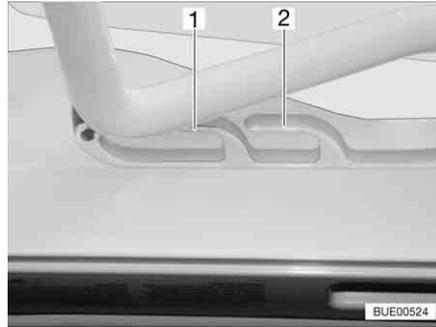
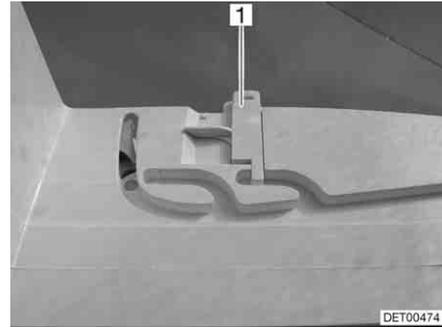

Bild 69 Heki-Dachhaube in Lüftungsstellung
Bild 70 Verriegelung Lüftungsstellung
Die Heki-Dachhaube kann in zwei Lüftungsstellungen gebracht werden: Schlechtwetterstellung (Bild 69,1) und Mittelstellung (Bild 69,2). Je nach Modell kann die Dachhaube in der Mittelstellung mit dem Riegel (Bild 70,1) verriegelt werden.
- Den Bügel leicht nach oben drücken und in die gewählte Führung (Bild 69,1 oder 2) schieben und ggf. verriegeln.